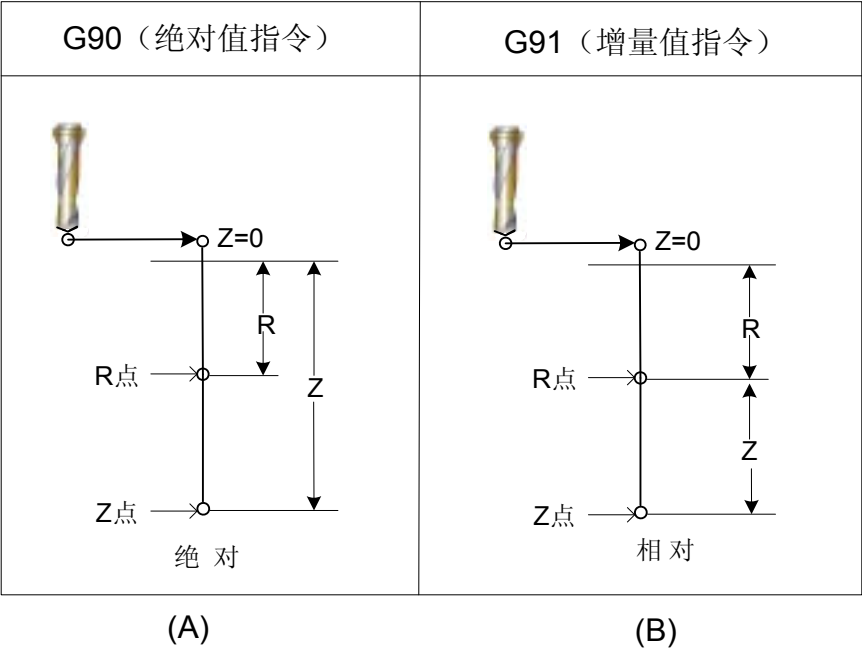

图 3-4-2
R	用增量值指定图 3-4-2(B) 的从初始点平面到 R 点距离，或者用绝对值指定 R 点的坐标值。进给速度在动作 2 和动作 6 中全都是快速进给。
沿着钻孔轴的移动距离对 G90 和 G91 变化如图 3-4-2 所示。（一般用 G90 编程，如用 G91 编程，则 Z 和 R 均按负值处理）